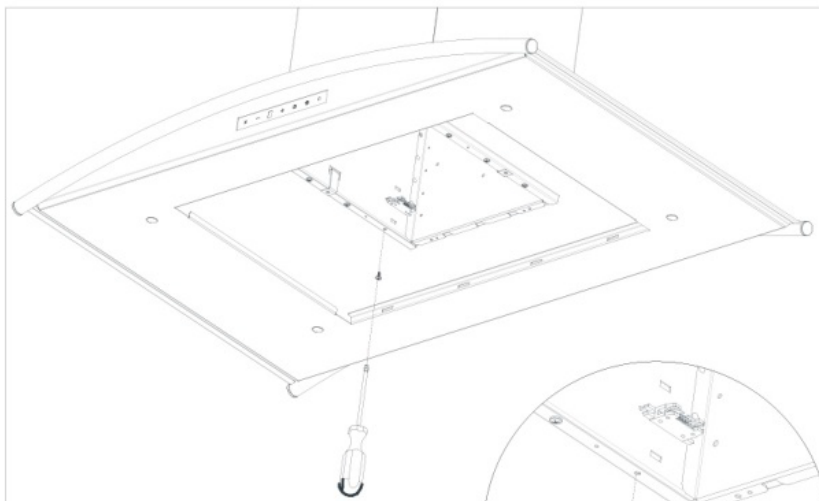

FIGUR 8
7. Monter selve emhætten ved at skubbe den op i aftrækskanalen. Sørg for at tapperne på selve emhætten passer i hullerne på kanalen (**Punkt J og K, Figur 8/9**).